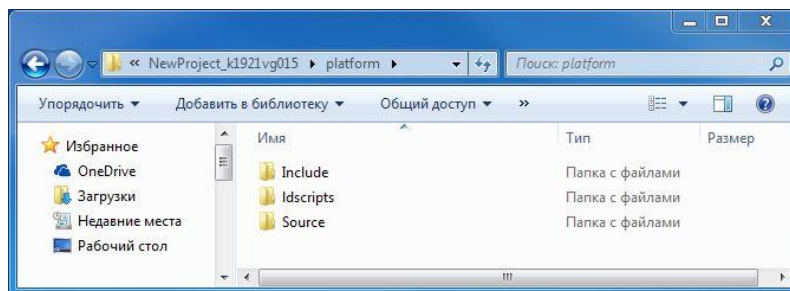

Рисунок 3.21 – Содержание каталога platform
2. Создать каталог под названием «platform» в каталоге с названием нового проекта в рабочей среде workspace (см. рисунок 3.21). Скопировать внутрь каталога «platform» каталоги «Include», «ldscripts», и «Source» (находятся в niiet_riscv_sdk\platform\Device\K1921VG015).